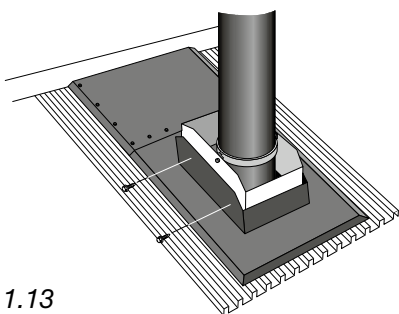

Fig 6.1.13
- För plåttak behövs även en plåt som går från nocken ned till skorstenen och placeras så att vattnet ej kan rinna in under skorstenens nederbeslag. Se fig 6.1.13